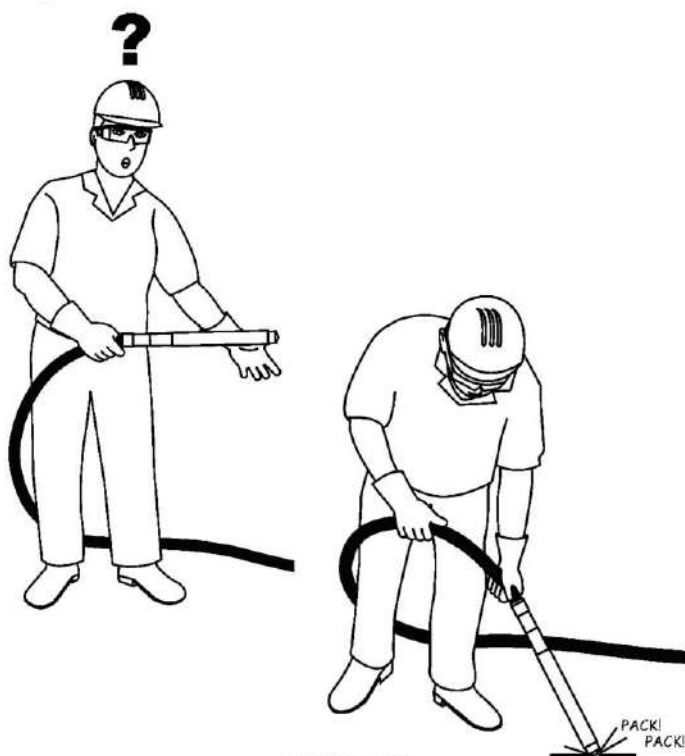

FIGURA 19
- Verificación de vibración del conjunto en seco, si el cabezal no vibra habrá que dar un ligero golpe a la punta del mismo para generar el oscilamiento del péndulo hacia la pista. Figura 19.